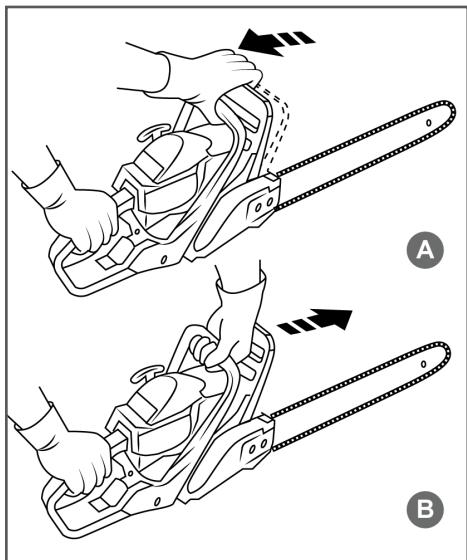

Рис. 7 Проверка механического тормоза цепи
Тормоз цепи включен (цепь не имеет возможности вращаться), когда ручка тормоза находится в отжатом положении (Рис. 7В).
3. Используя тормоз цепи, переместить левое запястье от себя и нажать им на ручку тормоза, не отпуская рукой переднюю рукоятку пилы (Рис. 7В).
6. Взведите ручку тормоза (Рис. 7А).
4. Убедитесь, что тормоз цепи включен (цепь заторможена), как показано на Рис. 7В.